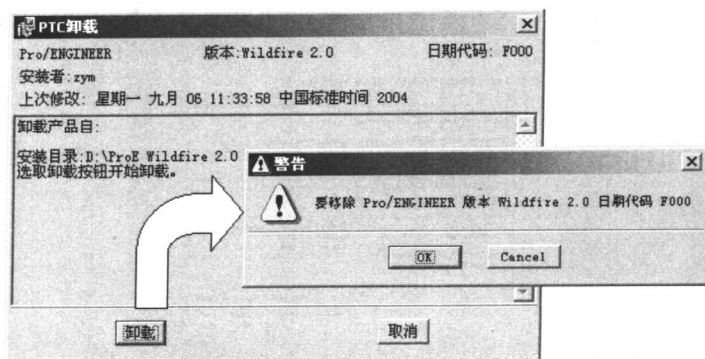

图 1.12 “PTC 卸载”对话框
(2) 在打开的如图 1.12 所示的“PTC 卸载”对话框中单击“卸载”按钮, 并在打开的“警告”对话框中单击“OK”按钮, 即可完成 Pro/ENGINEER Wildfire 2.0 的卸载工作。